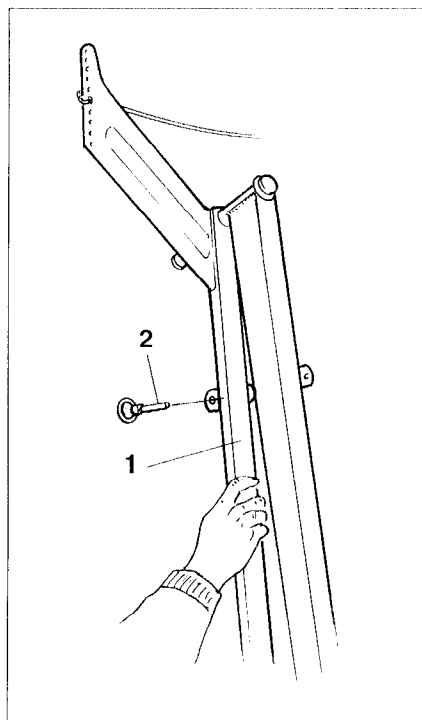

Fig. 10.9
- Spuranreißer-Pendelrohr (Fig. 10.9/1) festhalten und Klappstecker (Fig. 10.9/2) entfernen.